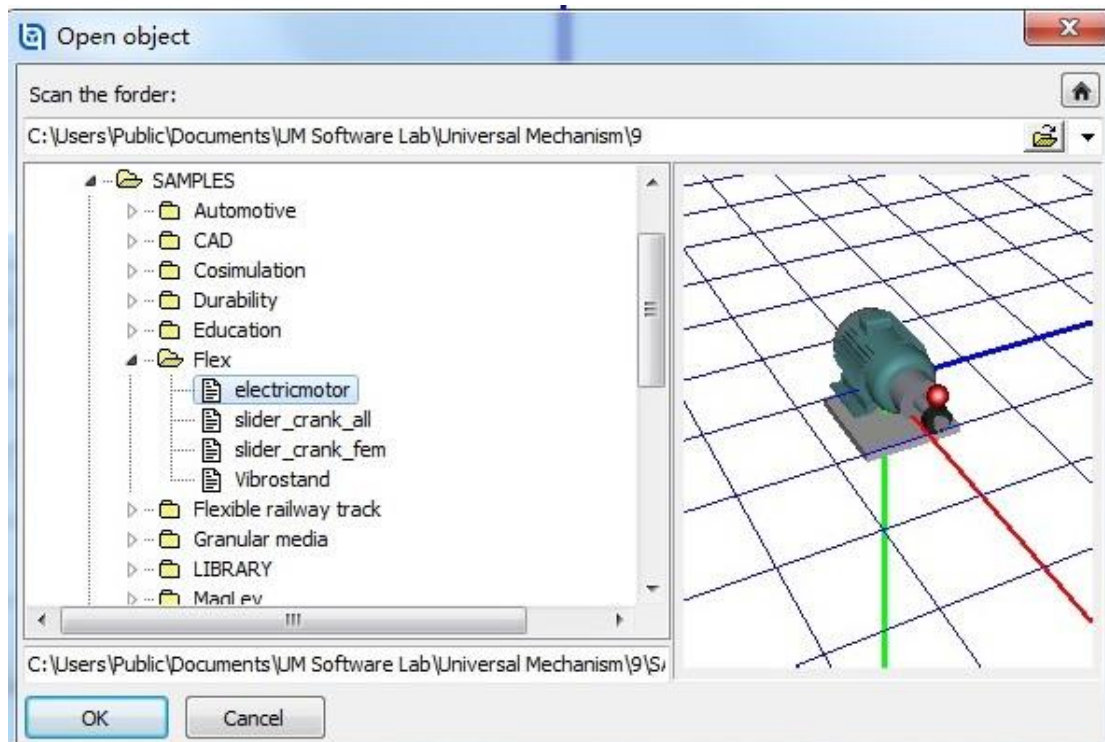

图 2.26
2. 从 **Type** 下拉菜单选择 **Included** 类型，并加载模型 {UM Data}\SAMPLES\Flex\electricmotor，如图 2.26 所示。